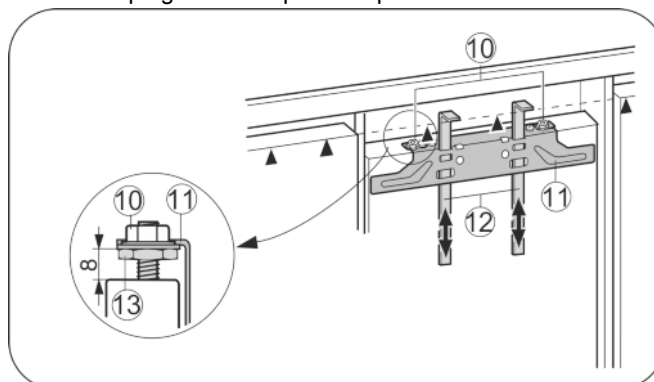

Fig. 25
- Pousser les gabarits de montage Fig. 25 (12) vers le haut à hauteur de porte du placard. Bord inférieur de butée ▲ du gabarit de montage = bord supérieur de la porte du placard à monter.
- Dévisser la traverse de fixation Fig. 25 (11) au moyen des contre-écrous Fig. 25 (10).